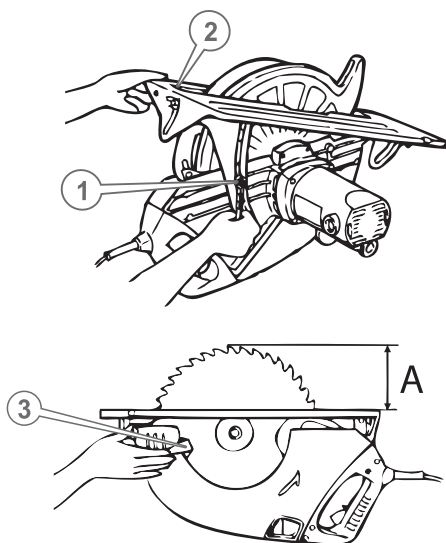

Рисунок 4. Схема регулювання глибини різь.
- встановити циркулярну пилу на рівній чистій поверхні верстата в положення, як на рис. 4;
- послабити важіль фіксації механізму регулювання глибини різку (1, рис. 4);
- обережно підняти край основи металевої бази (2, рис. 4), встановивши необхідну глибину різку (А);
- надійно затягнути важіль фіксації механізму регулювання глибини різку (1, рис. 4);
- переконатися, що глибину різку встановлено правильно — посунути рухливий захисний кожух (3, рис. 4) у напрямку руху годинникової стрілки, щоб відкрився циркулярний диск, та виміряти відстань (А).